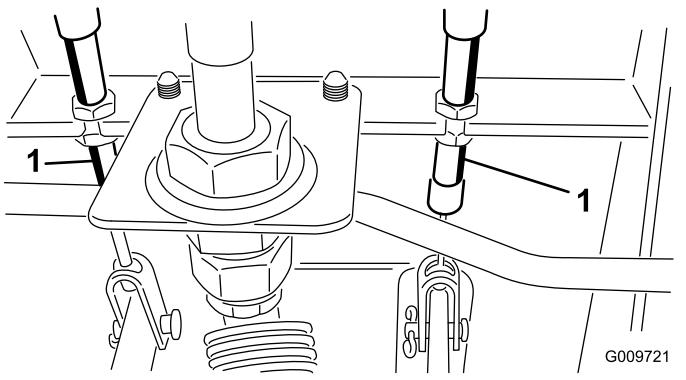

Figure 104
- A. Desserrez l'écrou avant sur l'extrémité filetée du câble de frein (Figure 104).